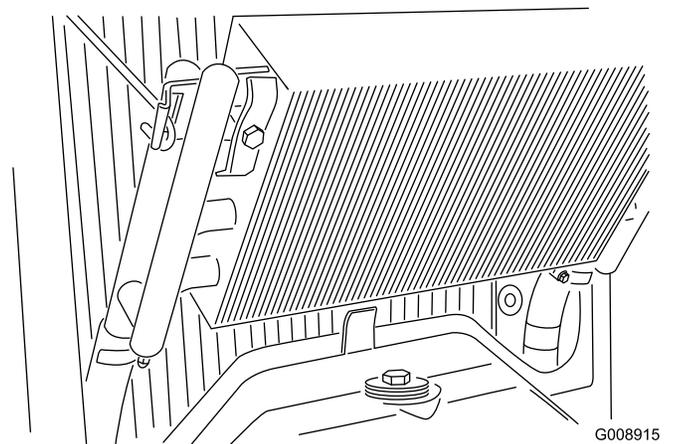

Bild 70
4. Entriegeln Sie den Ölkühler und schwenken ihn nach hinten (Bild 70).